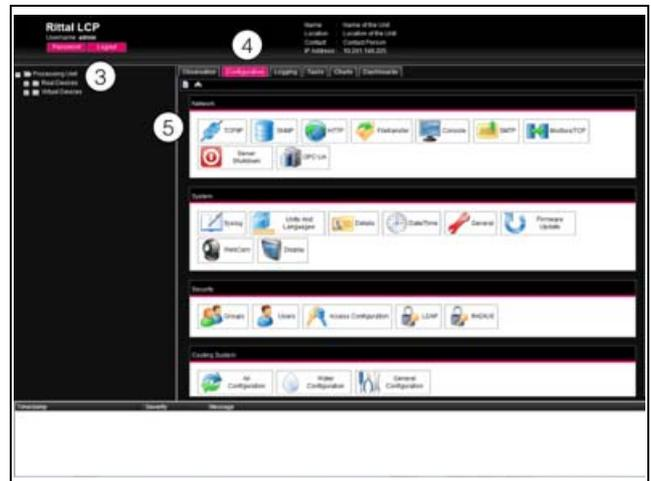

Imagen 55: Adaptación de los ajustes TCP/IP
Se mostrará la ventana de menú del aparato (imagen 55).
- Haga clic en la parte izquierda de la ventana menú (zona de navegación) sobre la entrada **Processing Unit** (imagen 55, pos. 3) y en la parte derecha (zona de configuración) sobre la pestaña **Configuración** (imagen 55, pos. 4).
- Haga clic en el marco de grupo **Network** sobre el botón **TCP/IP** (imagen 55, pos. 5).